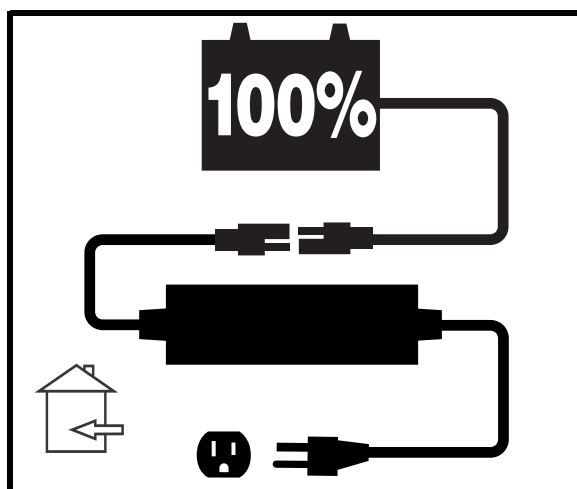

Figura 20. Cargado de batería
2. Conecte el cable del cargador a la toma correspondiente en la parte inferior de la caja de batería, y luego enchufe el otro conector a una toma eléctrica estándar. Ver figura 20.